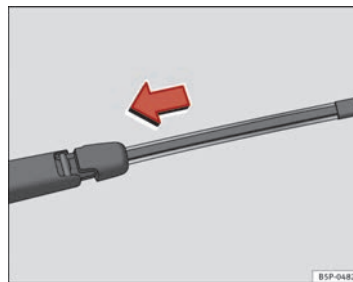

Fig. 131 Colocar la escobilla de limpialuneta ►
- Sitúe la escobilla, tal como se indica en la ⇒ fig. 131 y deslice el adaptador hasta que encastre.